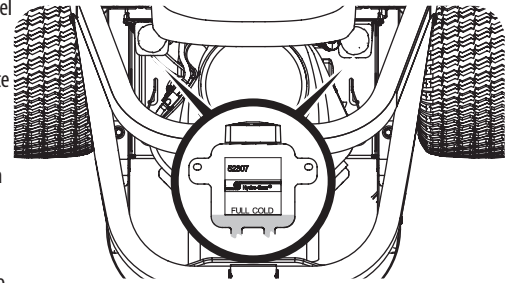

Figura 40
1. Limpie el tapón del depósito y el área que la rodea para evitar que el aceite de transmisión se contamine con partículas. Consulte la Figura 40.
2. Gire el tapón del depósito en sentido contrario al de las agujas del reloj para retirarlo, luego controle el nivel de aceite del depósito. El aceite debe ser visible en la base de la cubeta, pero el nivel del mismo NO debe estar por encima de la línea de "LLENO FRÍO". Consulte la Figura 40. NO LLENE EL DEPÓSITO.
1. Extraiga el tapón del depósito de expansión de aceite de la transmisión. Consulte la Figura 40.